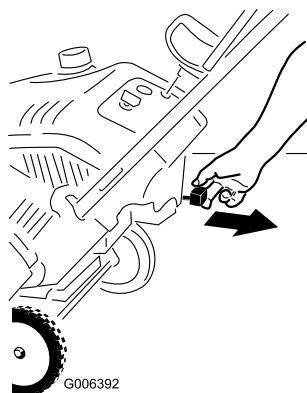
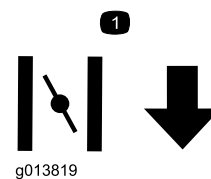

Figure 13
Figure 14
2. Tirez la manette de starter (Figure 13 et Figure 14).